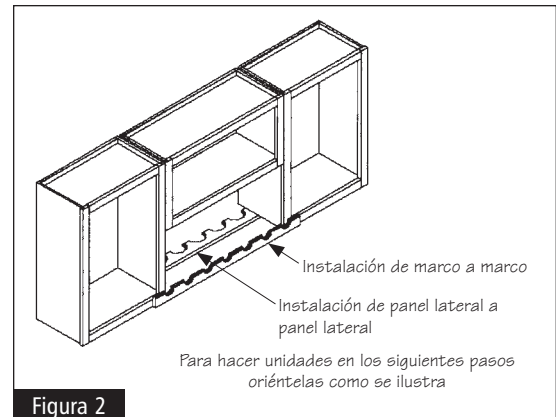

Figura 2
**PRECAUCION:** Determine si la unidad frontal se va a instalar entre los marcos de los gabinetes (ver figura 1 A) o entre los paneles laterales (ver figura 1B). Esta decisión es cuestión de preferencia. Si va a instalar la unidad entre los marcos del gabinete, use éstos en los siguientes pasos para marcar la parte posterior de la unidad frontal; de lo contrario, use los paneles laterales para marcar la parte posterior de la unidad frontal (ver figura 2). La unidad posterior siempre se va a instalar entre los paneles laterales del gabinete.